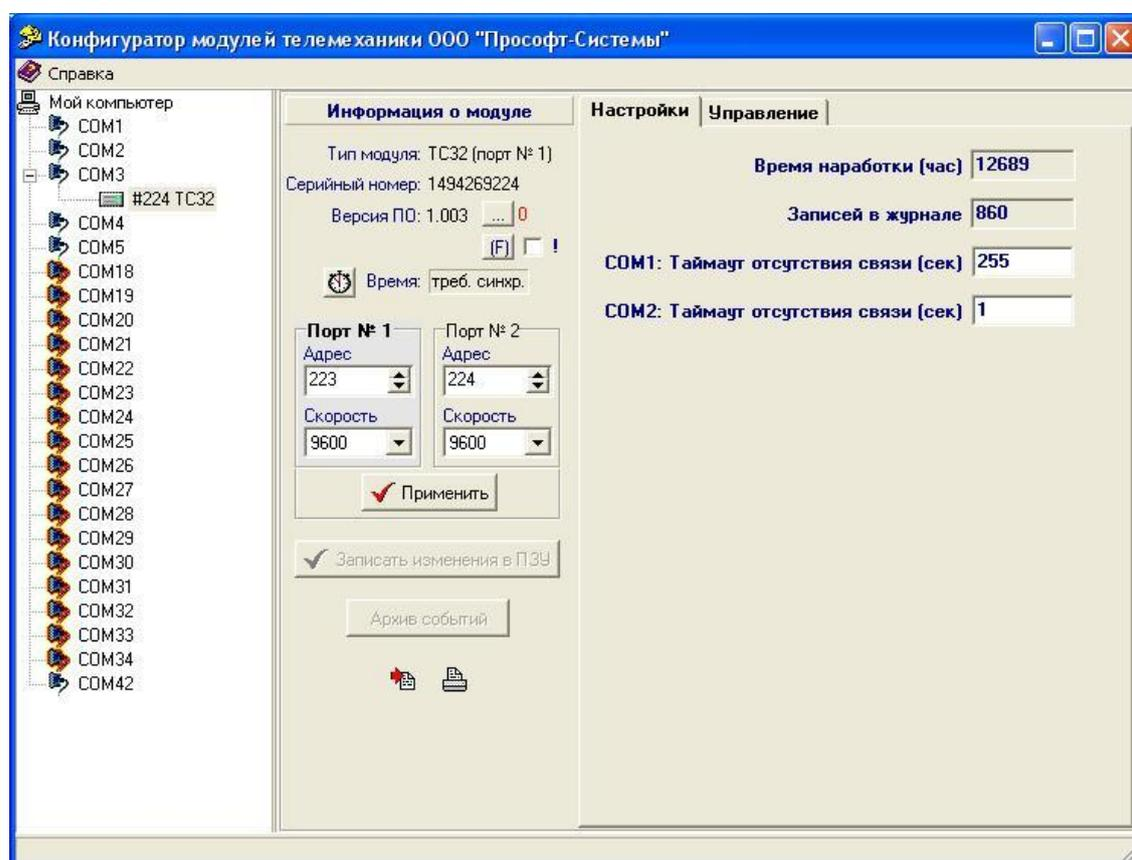

Рисунок 4.3.2. Основное окно программы конфигурирования
Правая часть делится на два поля, в результате окно программы оказывается разбитым на три поля (Рисунок 4.3.2).
4.3.2.6 После внесения изменений скорости обмена или адреса, необходимо их сохранить. Для этого существует кнопка «Применить» (Рисунок 4.3.2), которая становится активной при наличии несохраненных изменений.
4.3.2.7 После включения питания время модуля не синхронизировано, в окне «Время» выводится надпись «треб. синхр.» (Рисунок 4.3.2) и модуль sporadically по изменению состояния данных не выдает.